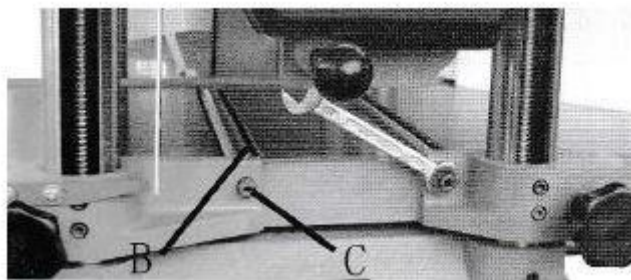

Рис. 14 Регулировка роликов стола
2. Положите линейку, Рис. 14, поперек обоих роликов, ослабьте винты (В), Рис. 14, и поверните эксцентриковые валы (С) для подъема или опускания роликов стола. После достижения необходимой высоты затяните винты (В), как показано на Рис. 14. Ролики стола должны быть отрегулированы на противоположном конце стола таким же образом.